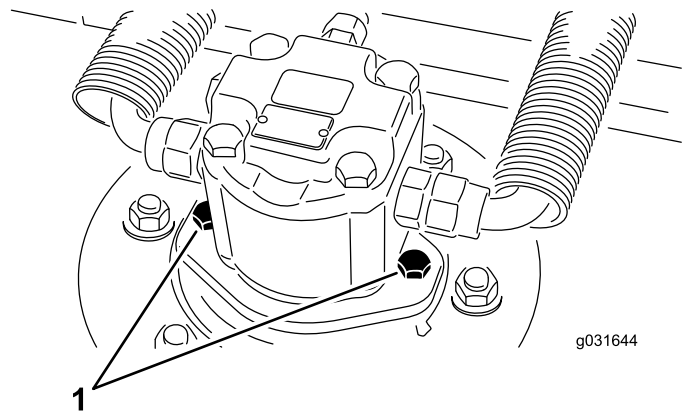

Figure 65
2. Retirez les vis du moteur hydraulique, puis débranchez et déposez le moteur hydraulique du plateau de coupe (Figure 65).
4. À l'aide des vis de fixation du moteur hydraulique, reposez le moteur hydraulique sur le plateau de coupe (Figure 65).